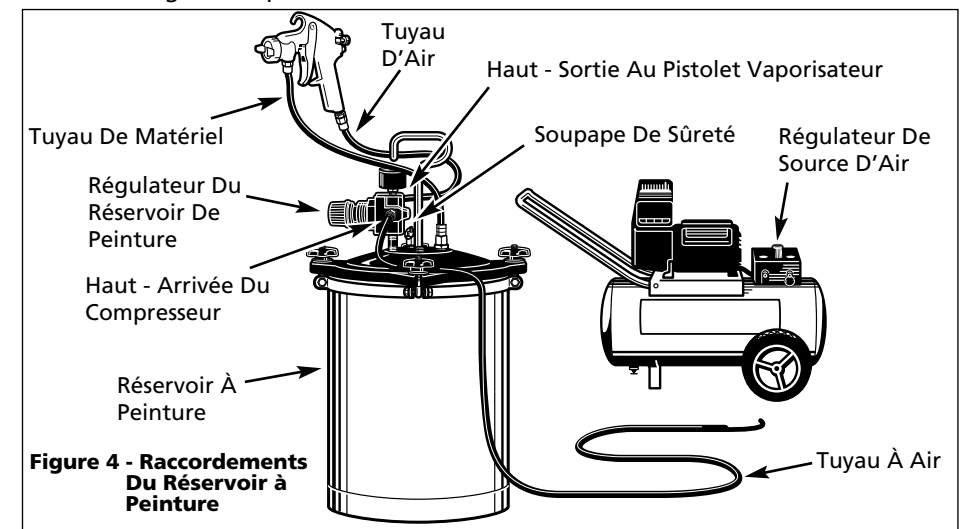

Figure 4 - Raccordements Du Réservoir à Peinture
Les raccordements corrects pour l'utilisation avec un réservoir de peinture pressurisé sont illustrés dans la Figure 4. Se référer aux illustrations fournies avec le réservoir de peinture pour les raccordements et l'usage. **NE PAS UTILISER UN RÉSERVOIR POUR PEINTURE SANS LIRE CES DIRECTIVES.**
6. Le bouton de soupape pression/siphon doit être serré au sens des aiguilles d'une montre (en direction S) lorsque vous utiliser un réservoir à peinture pressurisé, comme illustré dans la figure 4. Ceci empêche l'échappement d'air pressurisé de l'orifice de soupape de pression du godet lorsque le godet n'est pas utilisé.